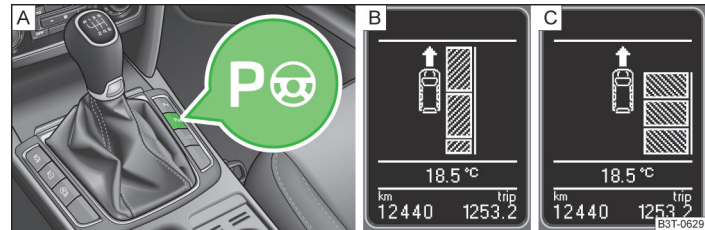

Abb. 138 Systemtaste / Anzeige im Display des Kombi-Instruments
Bei aktiviertem System leuchtet in der Taste die Kontrollleuchte  [» Abb. 138 auf Seite 157 - !\[\]\(6d16a8e7503347d58fa4cf29d59d0b02\_img.jpg\).](#)
- **Einmal** die Symboltaste » **Abb. 138** drücken.
Im Display des Kombi-Instruments wird Folgendes angezeigt » **Abb. 138** - .
- **Zweimal** die Symboltaste » **Abb. 138** drücken.
- Einmal die Symboltaste  » Abb. 138 auf Seite 157 drücken.